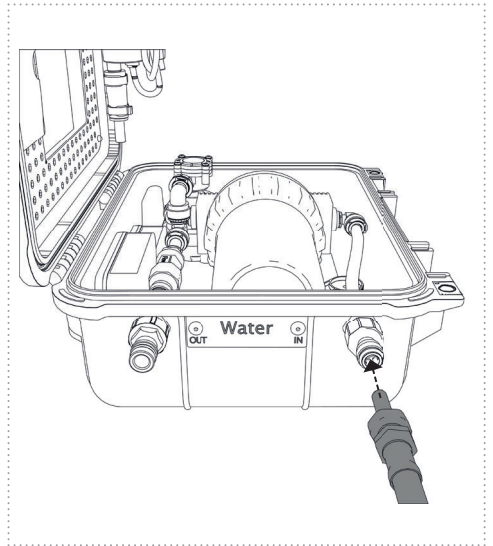
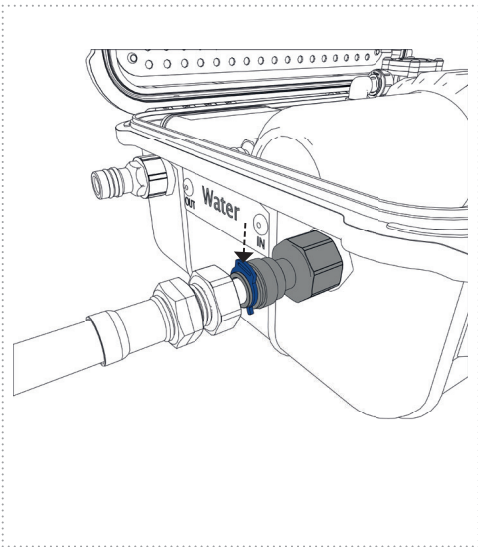

Figure 15
Figure 16
7. Enfichez le tuyau d'aspiration dans le « raccord à visser ; plastique » (WATER IN) (Fig. 15) et mettez en place la bague de sécurité (Fig. 16)